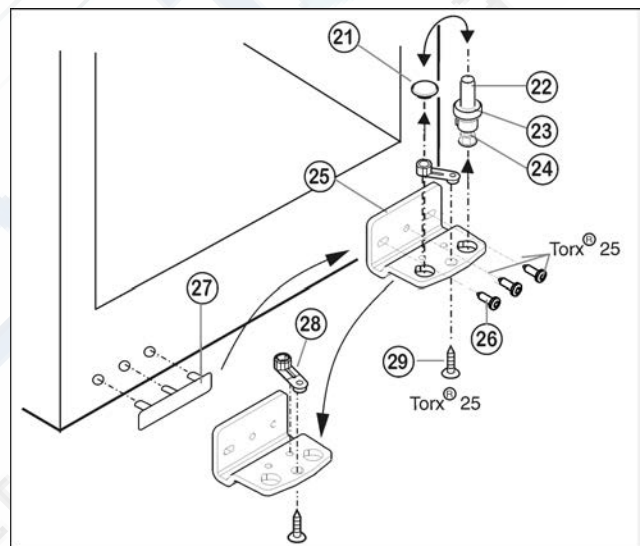

Fig. 6
- ▶ Извлеките опорный винт Fig. 6 (22) в комплекте с шайбой Fig. 6 (23) и регулируемой опорой Fig. 6 (24), вытягивая его вверх.
- ▶ Снимите пробку Fig. 6 (21).
- ▶ Открутите Fig. 6 (26) опорный кронштейн Fig. 6 (25).
- ▶ Открутите Fig. 6 (29) опорную деталь Fig. 6 (28) и, поставив в отверстие на противоположной стороне опорного кронштейна, снова прикрутите.
- ▶ Осторожно снимите и переставьте на противоположную сторону крышку со стороны ручки Fig. 6 (27).
- ▶ Снова прикрутите опорный кронштейн Fig. 6 (25) на новой стороне шарнира (с моментом 4 Нм). При необходимости используйте аккумуляторный шурупверт.
- ▶ Переставьте пробку Fig. 6 (21) в свободное отверстие.
- ▶ Вновь установите опорный винт Fig. 6 (22) в комплекте с шайбой и регулируемой опорой. При этом фиксатор должен быть направлен назад.